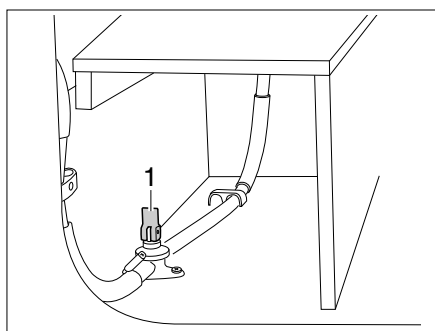
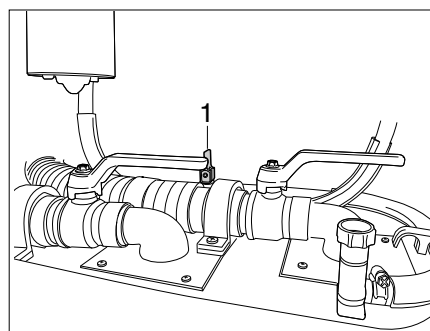

Bild 158 Ablasshahn bei Heizung
Bild 159 Ablasshähne bei Wasserpumpe
- Alle Ablasshähne (Bild 158,1 und Bild 159,1 und 2) schließen. Dazu die Kipphebel waagrecht stellen.
- Alle Ablasshähne (Bild 158,1 und Bild 159,1 und 2) öffnen. Dazu den Kipphebel senkrecht stellen.